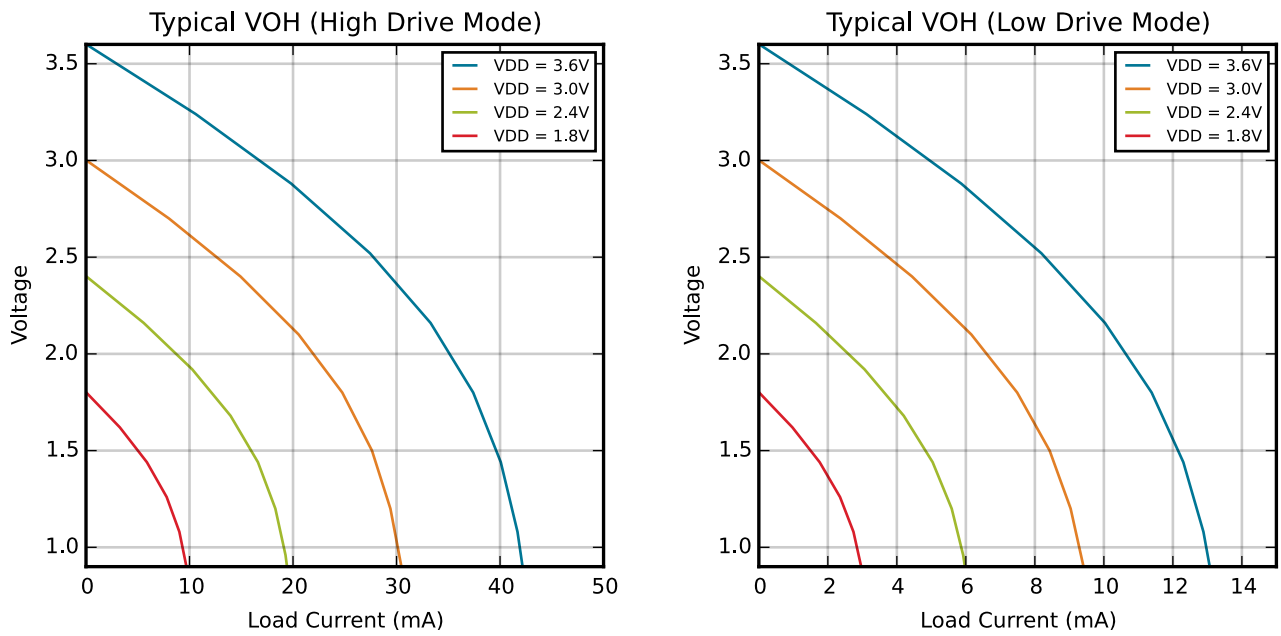
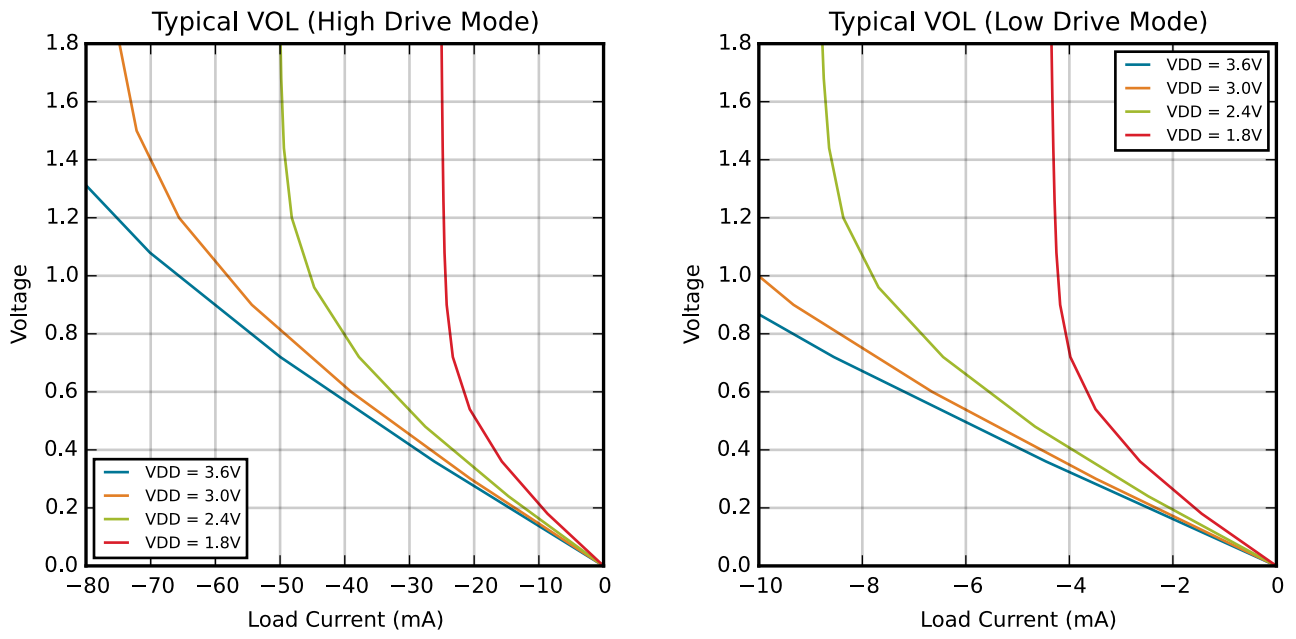

Figure 4.3. 常见 V_{OH} 曲线
Figure 4.4. 常见 V_{OL} 曲线
1. See Figure 4.3 常见 V _{OH} 曲线 on page 29 and Figure 4.4 常见 V _{OL} 曲线 on page 30 for more information.